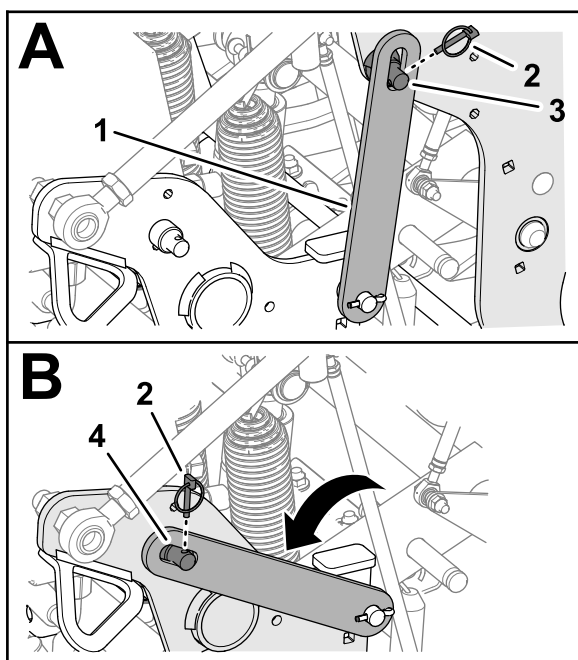

Figure 103
3. Retirez la goupille à anneau qui fixe le dispositif de verrouillage à la tête d'aération (Figure 103).